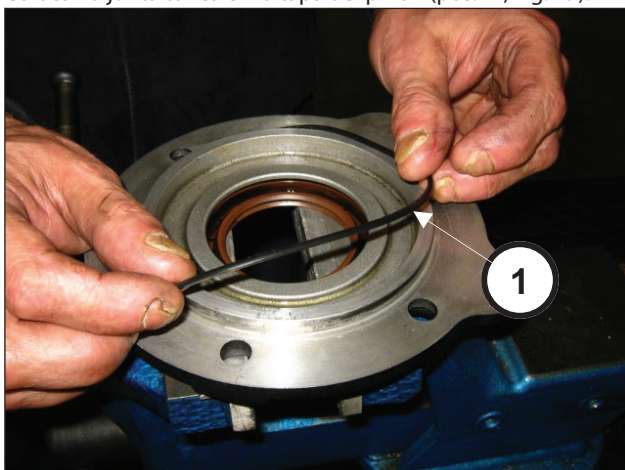

Fig. 79
Colocar la junta tórica en la tapa del piñón (pos. ①, Fig. 79).